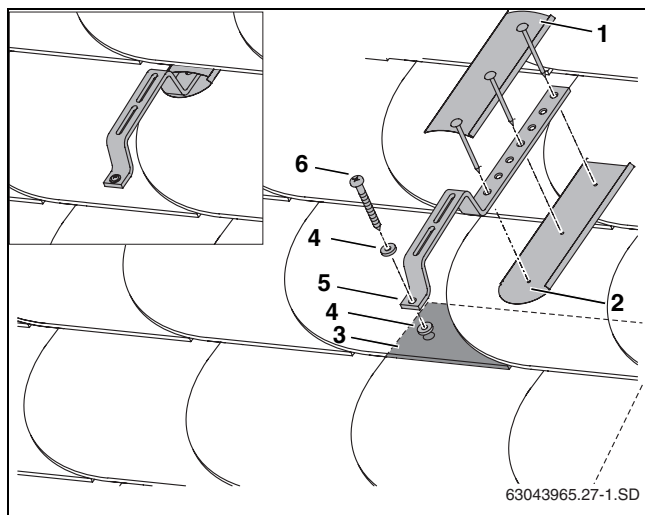

Рис. 25 Монтаж на крыше с покрытием шифером/гонтом
В качестве примера здесь приводится описание монтажа специального кровельного крюка и водонепроницаемого уплотнения с использованием планок заказчика (рис. 25, [1] и [2]) на покрытии шифером/гонтом.
- ▶ Установите специальные кровельные крюки (рис. 25, [5]) и уплотнения (рис. 25, [4]) закрепив их шурупом (рис. 25, [6]) на покрытии шифером/гонтом.
- ▶ Для водонепроницаемости нужно уложить планки заказчика сверху и снизу специальных кровельных крюков (рис. 25, [1] и [2]).
Специальный кровельный крюк должен спереди прилегать к многослойному покрытию (рис. 25, [3]).